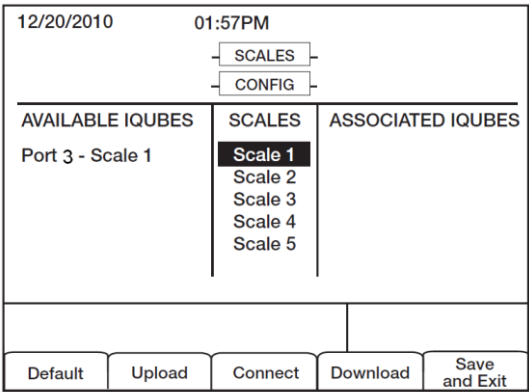

图11. 与衡器相关的显示屏幕
- 2) 按住 “Change Type” 软键，直到 “AVAIAABLE IQUBES” 显示(见图11);